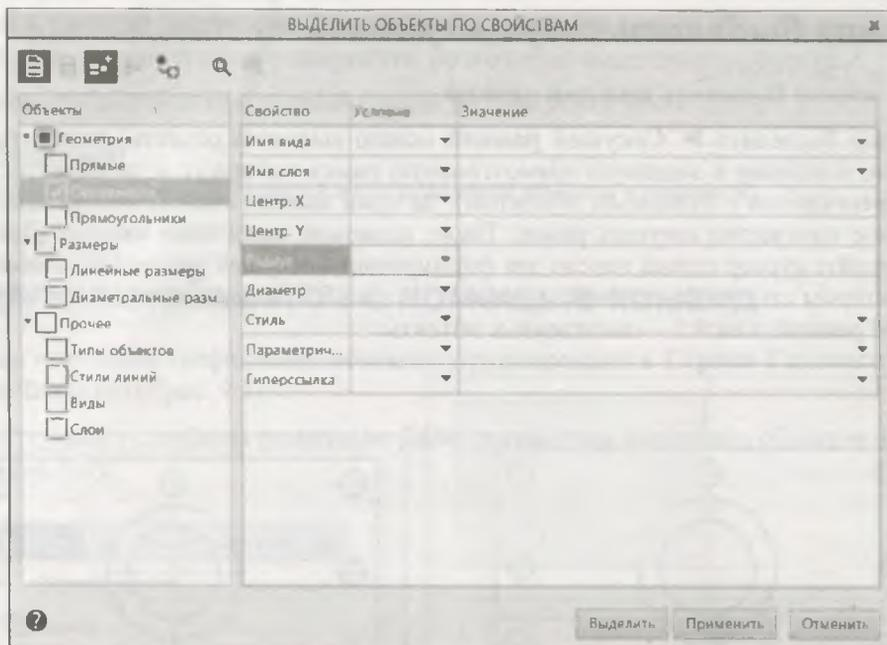

Рис. 9.6. Диалог **ВЫДЕЛИТЬ ОБЪЕКТЫ ПО СВОЙСТВАМ**
♦ Для выделения объектов по свойствам вызовите команду **Выделить ► По свойствам...** — появляется диалоговое окно **ВЫДЕЛИТЬ ОБЪЕКТЫ ПО СВОЙСТВАМ** (рис. 9.6).
- ♦ для включения объектов данного типа в группу выделяемых объектов установите "флажок" в окне перед наименованием в **Дереве** выбора. Например, поставьте "флажок" у элемента **Окружность** — в окне справа откроется список свойств имеющихся окружностей (рис. 9.6);